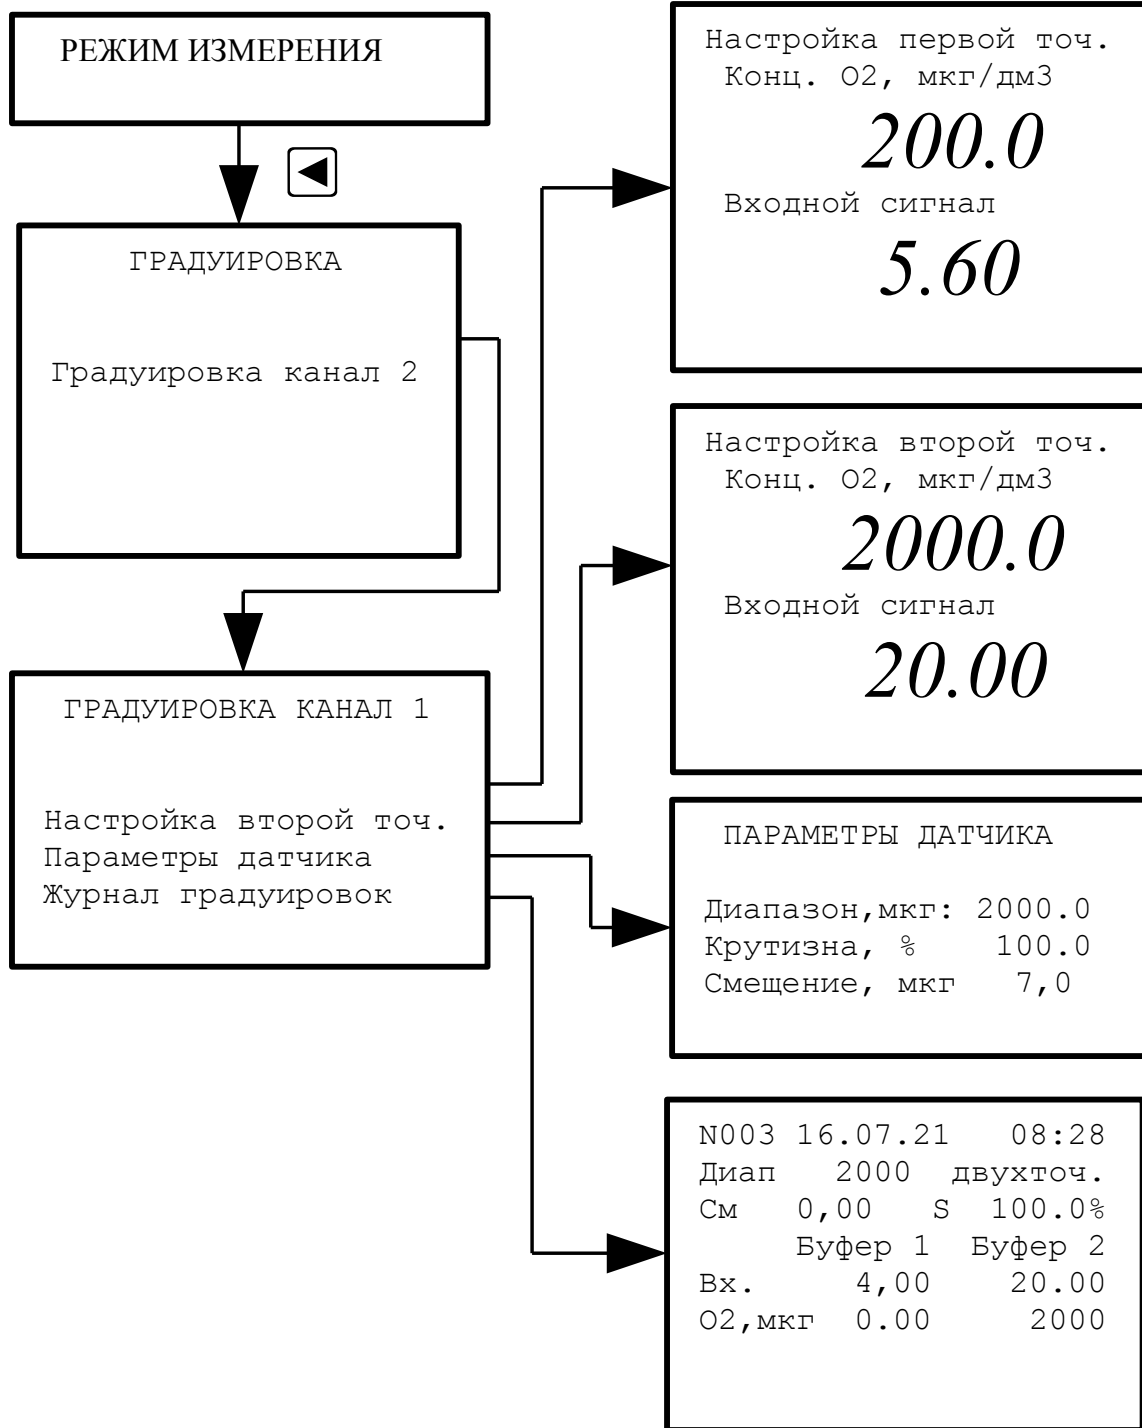

Рисунок 7 - Режим градуировки (показан первый канал)
На рисунке Рисунок 7 приведены экраны при проведении градуировки первого канала.
**3.3.3.4** Режим градуировки первого канала анализатора показан на Рисунок 7. Градуировка второго канала производится аналогично градуировке первого канала.